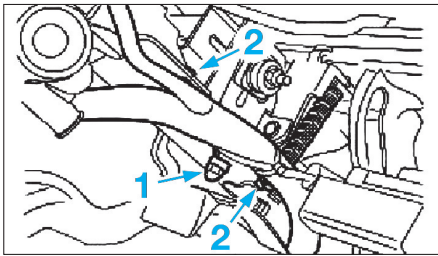

Fig. 34
- Déposer l'écrou de fixation de connexion de masse (Fig.34), puis dégraffer le faisceau de la colonne de direction.